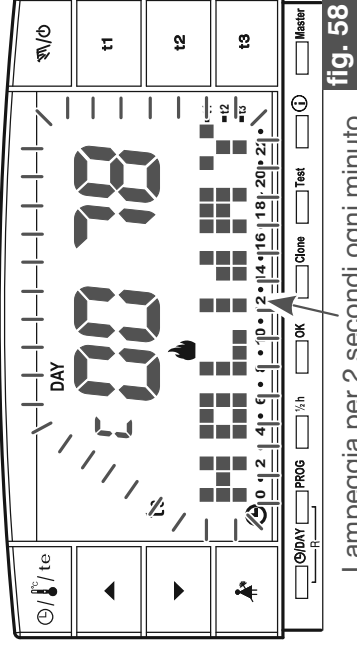

fig. 58
- Ogni minuto sul display apparirà per due secondi la schermata del programma **P 04 HOLIDAY** (esempio in fig. 58) come promemoria del fatto che si trova in tempo di attesa.